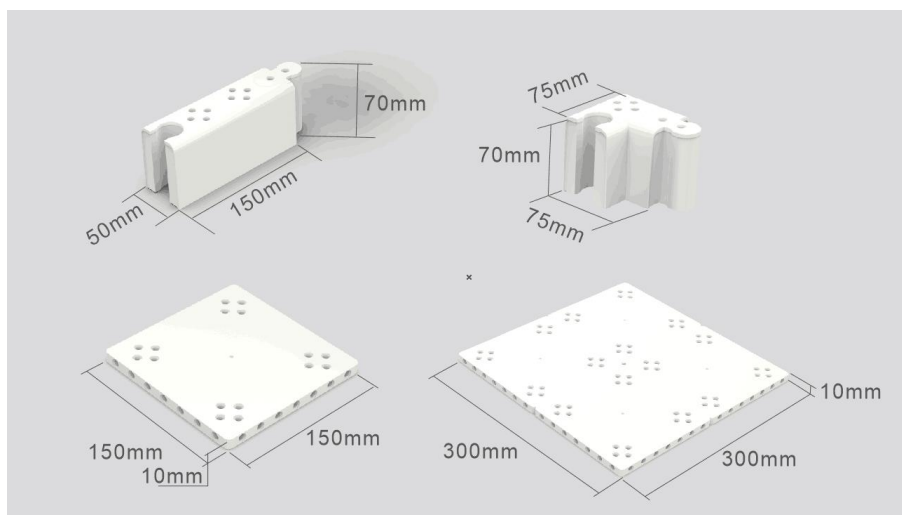

图 2可拼装的塑料部件
2.1.1 赛台是用可拼装的塑料部件拼接而成的。这些部件有边长 150mm的方形小底板、边长 300mm 的方形大底板、150mm×70mm×50mm的挡板及外边长75mm的转角等四种，如图 2所示。